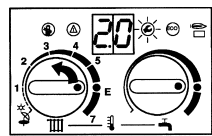

Рис. 54
- Регулятор температуры на отопление повернуть, пока не высветится "2.0", после 5 секунд появиться установленный режим работы "0.", т.е., нормальная работа (рис.54).